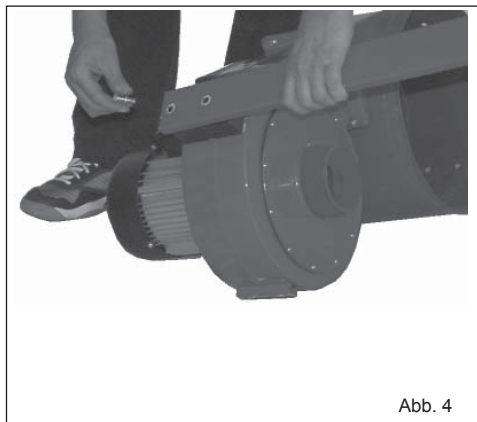

Abb. 4
- Die beiden Halter der Sammlerleitung mit der Stütze auf dem Motorkomplex befestigen. Dabei sind die entsprechenden Schrauben, Unterlegscheiben und Muttern zu verwenden (**Abb. 4**).